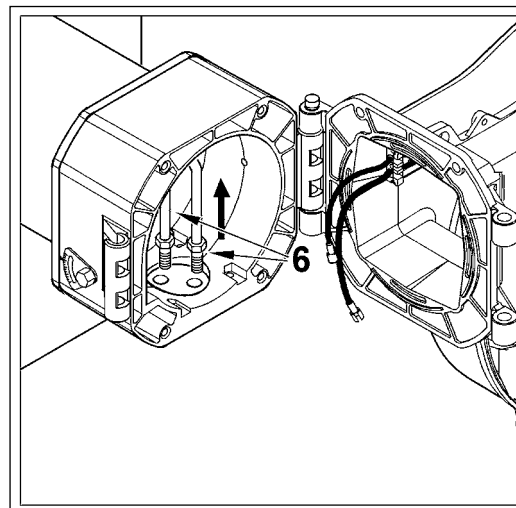

图 3
4) 将混合单元6向上抬起如图3；再按图4箭头方向，将混合单元全部取出。